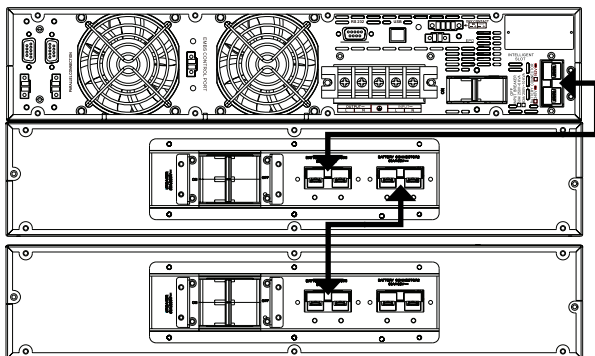

Fig. 13. Connexion avec modules de batteries.
- Dans la Fig. 13 la connexion d'un dispositif de 10 kVA dans une disposition rack est montrée, avec deux modules de batteries. Pour un plus grand nombre, opérez d'une manière similaire à celles de l'illustration.